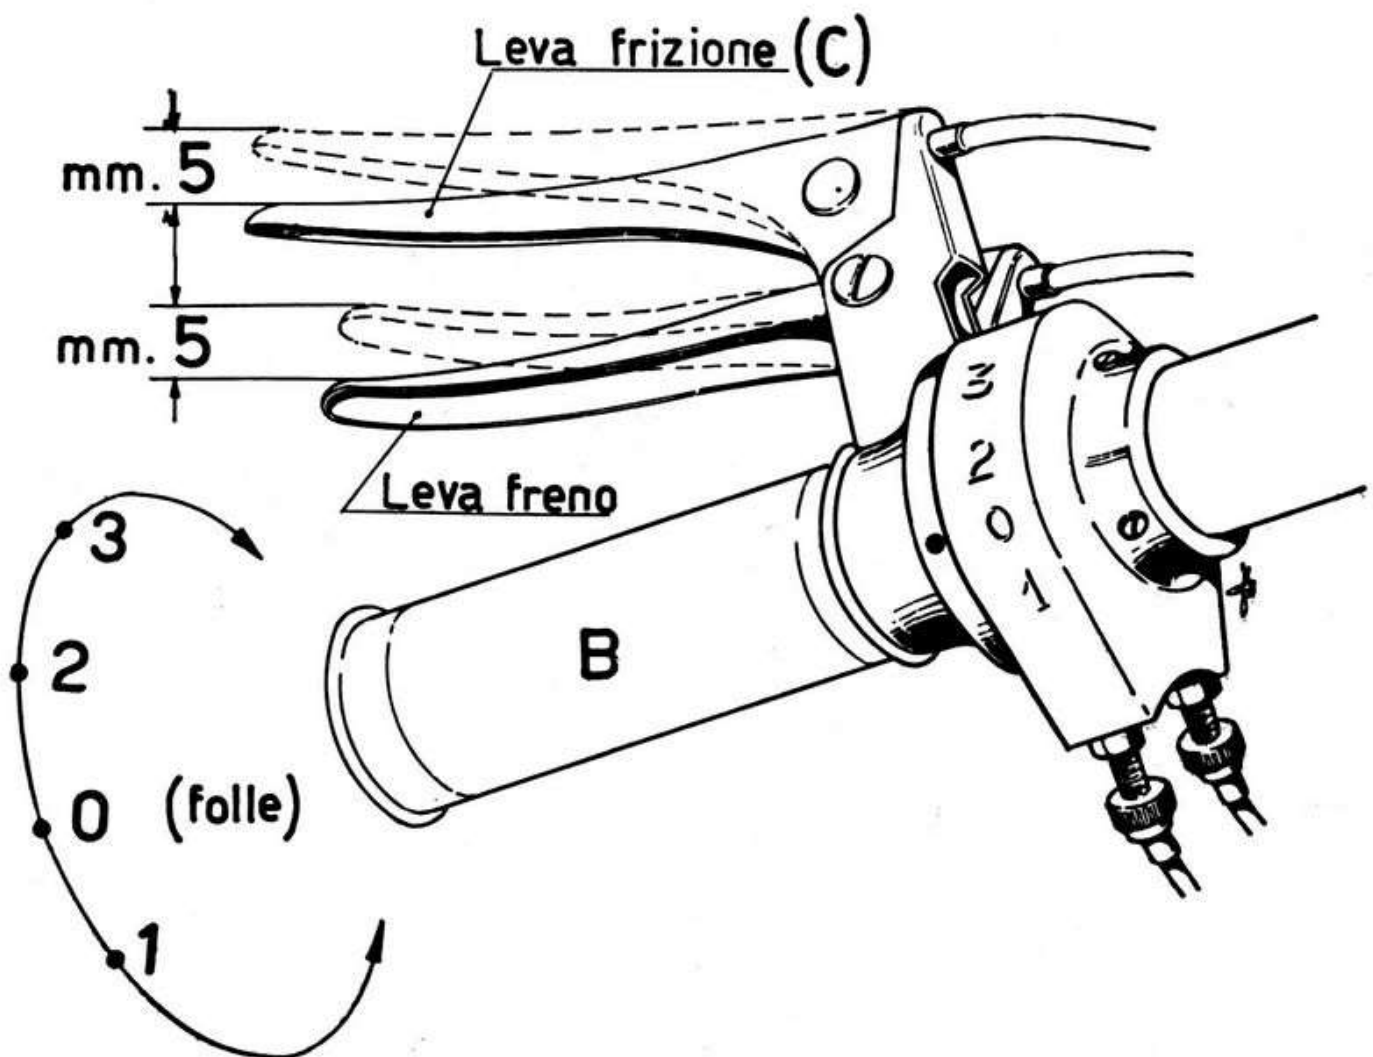

Fig. 12
- girare di circa $\frac{1}{3}$ la manopola del gas (A);
- accertarsi che la tacca sulla manopola del cambio (B) sia in corrispondenza dello 0 (folle);
- a motore avviato, alzare il cavalletto, salire in sella, tirare la leva della frizione (C), ruotare la manopola del cambio sul punto 1 (1^a vel.), lasciare adagio la leva della frizione (C) e accelerare nel contempo il motore (vedi fig. 12).
- salire in sella, tirare la leva della frizione (C) e ruotare la manopola del cambio (B) spostando la tacca dal punto 0 (folle) e quello 1 (1^a vel.) (vedi fig. 12);
- controllare e registrare il comando frizione (fig. 12);
- controllare e registrare il comando freno (fig. 12).